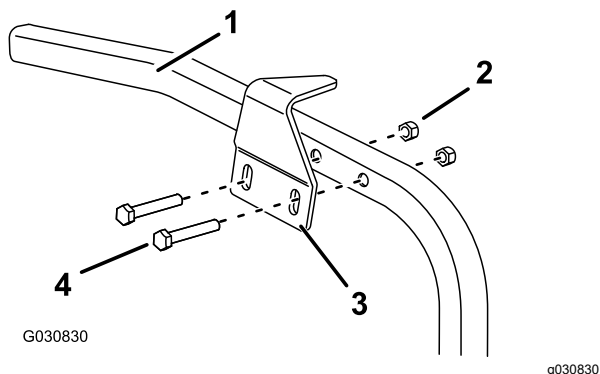

図 2
13. 左側フレーム部材にラッチブラケットを取り付ける。ロックアセンブリの下に既存の穴に 図 2 のように取り付ける。
14. ラッチブラケットをフレーム部材に固定するボルト 5/16 x 2" 2本とロックナット 5/16" 2個を使用して 図 2 のように取り付ける。